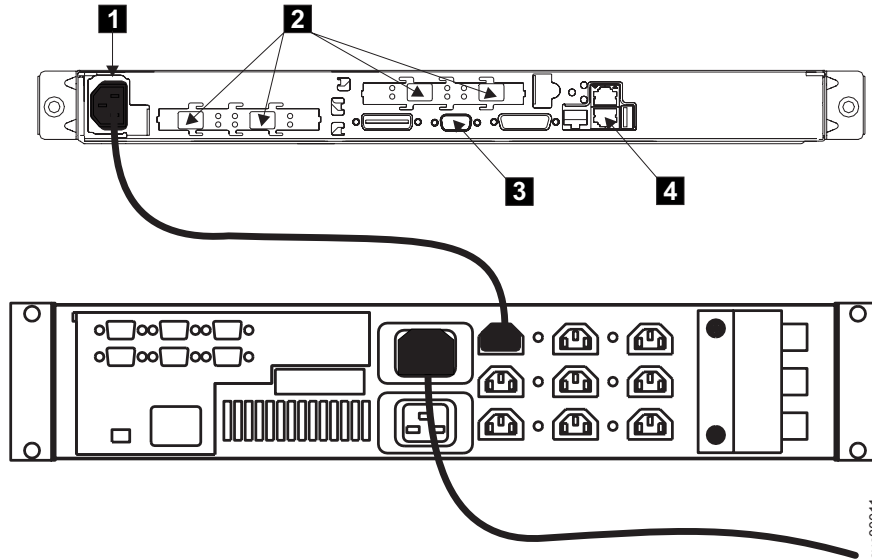

Figura 3. Soquetes de cabo de alimentação e de sinal do SAN Volume Controller 2145-4F2 e da 2145 UPS
2. Certifique-se de que o cabo de alimentação esteja conectado na 2145 UPS. Certifique-se também de que a outra extremidade do cabo de alimentação esteja conectado da 2145 UPS ao ponto de distribuição no rack. A Figura 3 mostra os conectores do SAN Volume Controller 2145-4F2 e da 2145 UPS. O conector do cabo de alimentação é mostrado como **1** na figura.